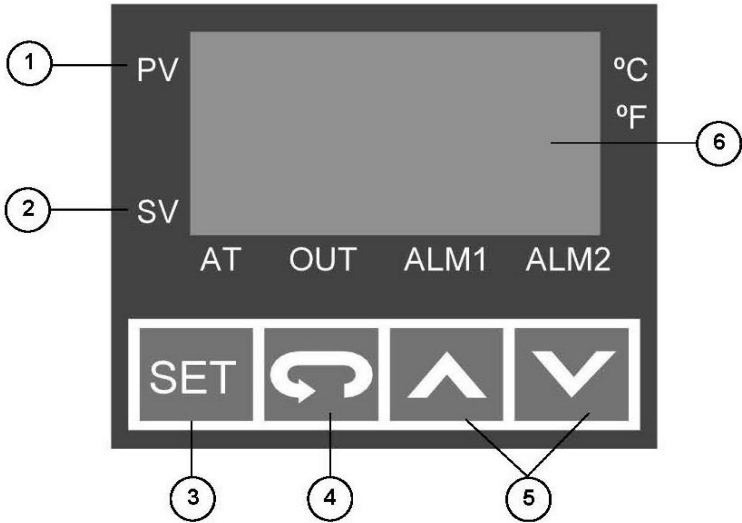

Figure 10-1
3. Pour modifier la valeur de réglage de la température «SV», appuyez sur la flèche HAUT ou BAS (Figure 10-1, élément 5).
5. Utilisez les flèches HAUT ou BAS (Figure 10-1, Élément 5) pour changer le nombre à la valeur désirée (Maintenir les boutons enfoncés en continu entraînera un changement rapide de la valeur).
6. Une fois la valeur désirée établie, appuyez sur la touche de réglage (Figure 10-1, élément 3) pour enregistrer les modifications et les nombres reviendront aux nombres normaux NON CLIGNOTANTS.